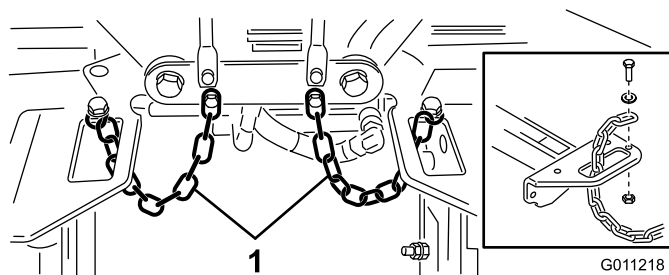

図 22
4. 各キャリア・フレームのスロットにチップパー・チェーンを下から上に通し、これらのチェーンをキャリア・フレームの上に固定する（キャップスクリュ、ワッシャ、ロックナットを使用）（図 22）。